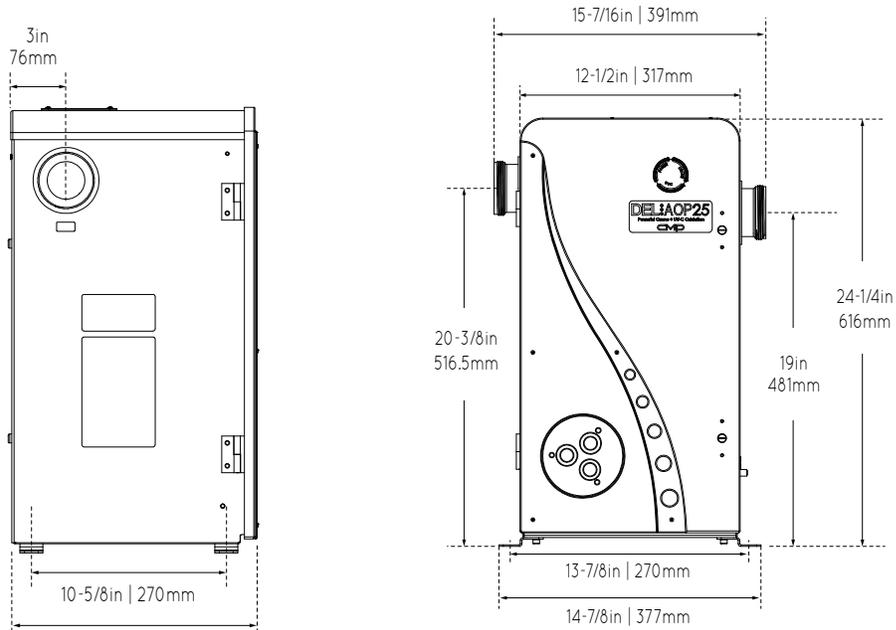
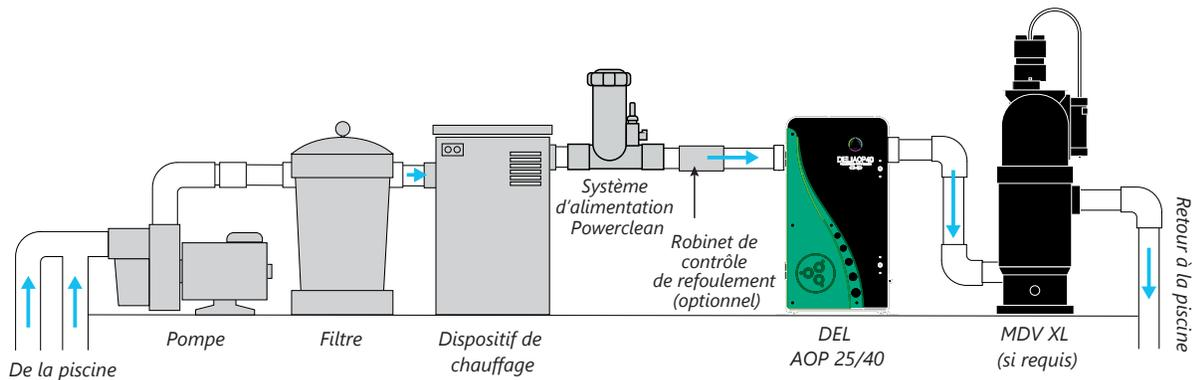

Figure 2 : Dimensions associées à l'installation AOP 25
Figure 5 : Emplacement typique DEL AOP dans la boucle de plomberie de la piscine
- Utiliser les raccords d'union fournis pour connecter l'entrée et la sortie DEL AOP à la plomberie de piscine comme illustré à la Figure 5.
- Pour une installation avec des nettoyeurs de piscine et des désinfectants supplémentaires, voir l'Annexe A. Les Figures 2 et 3 montrent les dimensions associées. La Figure 5 montre un diagramme de plomberie simplifié.